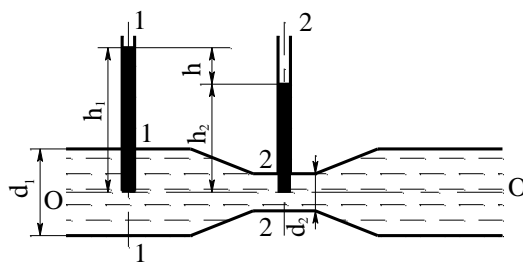

Рис. 21
**Задача 4.** Определить расход воды  $Q$  в трубе диаметром  $d_1 = 250 \text{ мм}$ , имеющей плавное сужение до диаметра  $d_2 = 125 \text{ мм}$ , если показания пьезометров: до сужения  $h_1 = 50 \text{ см}$ ; в сужении  $h_2 = 30 \text{ см}$ . Коэффициент расхода  $\mu = 0,98$  (рис. 21).